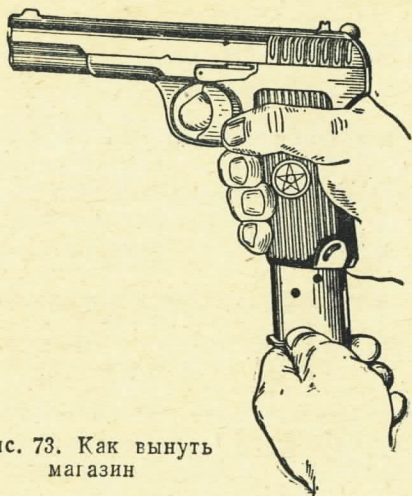

Рис. 73. Как вынуть магазин
1) **вынуть магазин:** удерживая пистолет в правой руке за рукоятку, большим пальцем этой же руки надавить на пугорку защелки магазина и левой рукой подхватить магазин (рис. 73); прежде чем производить дальнейшую разборку, проверить, нет ли патрона в патроннике; для этого, удерживая пистолет в правой руке, не нажимая на спуск, левой рукой взвести курок и оттянуть затвор назад, осмотреть патронник, отпустить затвор, спустить курок, придерживая его большим пальцем правой руки;